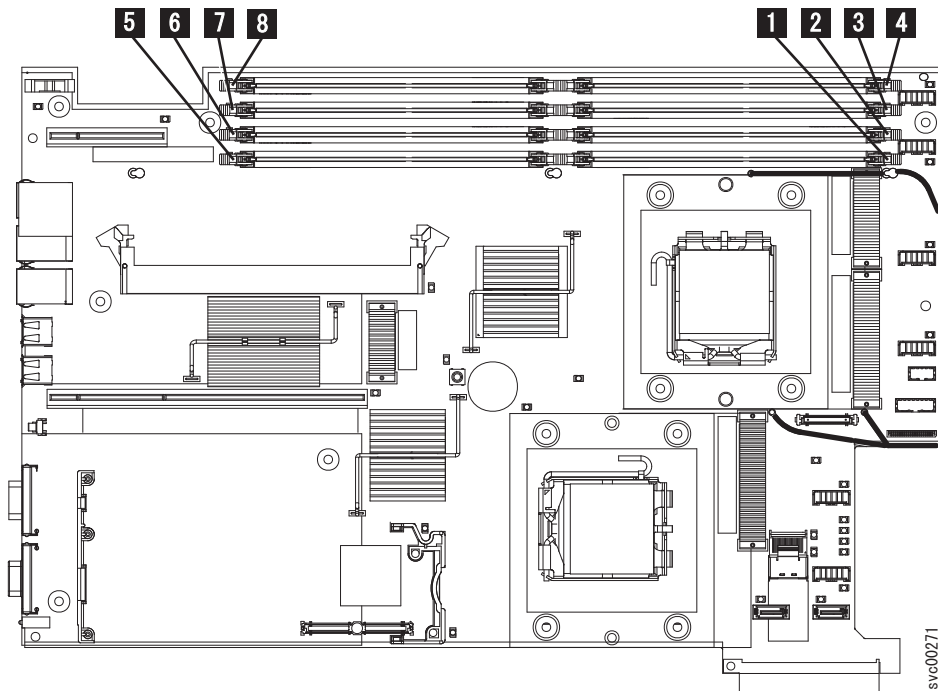

図95. SAN ボリューム・コントローラー 2145-8G4 メモリー・モジュールの見つけ方
- オリジナル・バージョン (Rev 1) は、122 ページの図 95 に示すように、スロット **1** から **8** で 8 個の 1 GB メモリー・モジュールを使用します。